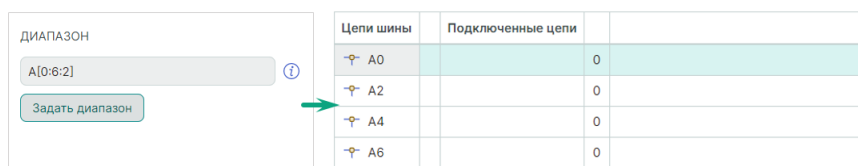

Рис. 192 Добавление диапазона (префикс, диапазон и шаг)
- с шагом ввода диапазона – Prefix[Min:Max:N], где N – целое число, которое меньше или равно Max, см. Рис. 192.